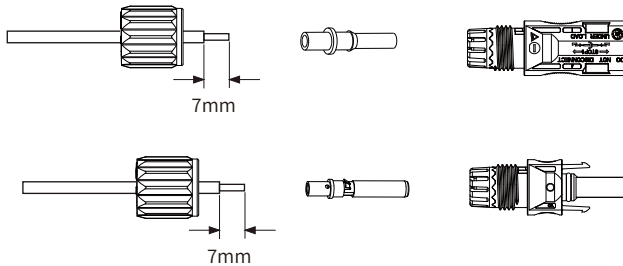

Abb. 3.3 Abschrauben der Überwurfmutter
a) Das DC-Kabel ca. 7mm abisolieren, die Überwurfmutter des Steckers abschrauben (Abb. 3.3).